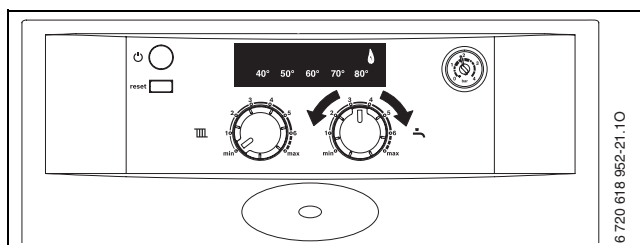

Fig. 36
- ▶ Tourner le sélecteur de température de départ chauffage III en position min. (→ fig. 36).